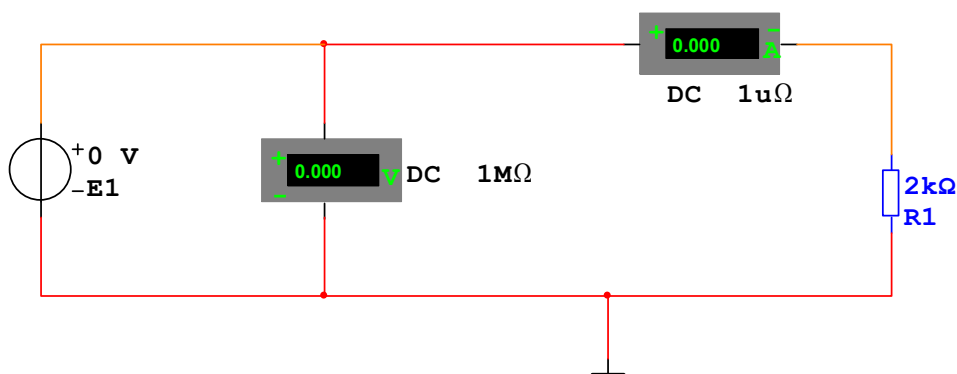

Рис. 1.1.
1.2.1. Ознакомьтесь с описанием программы по методическому пособию. Соберите схему для проверки закона Ома с генератором напряжения, приведенную на рис.1.1. Сопротивление резистора **R1** установите 2 кОм.